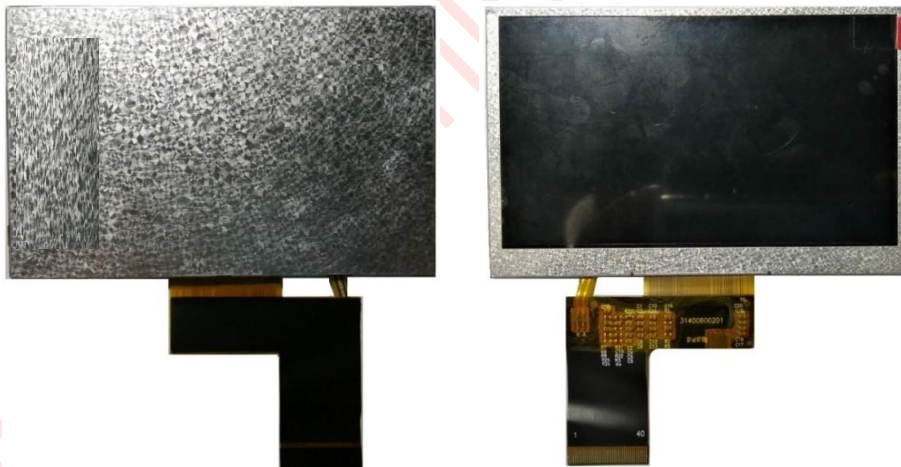

图 3-6: TFT 屏的 FPC 做包覆处理
4. 必要时 TFT 屏的 FPC 可做包覆处理 (如图 3-6)。